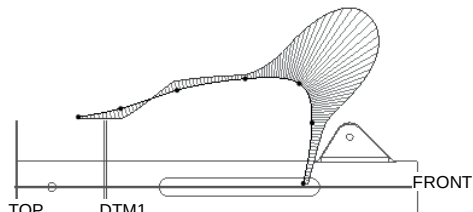
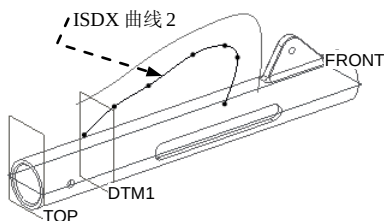
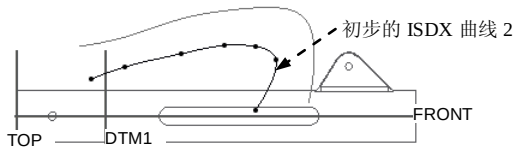

图 8.9.8 ISDX 曲线 1 的曲率图
图 8.9.9 创建 ISDX 曲线 2
图 8.9.10 初步的 ISDX 曲线 2
② 在 **样式** 功能选项卡中的 **分析** 区域中单击“曲率”按钮 ，然后选取图 8.9.9 中的 ISDX 曲线 1；对照图 8.9.8 所示的曲率图（注意：此时在 **比例** 文本框中输入数值 30.00），对 ISDX 曲线 1 上的点进行拖拉编辑。
③ 在“曲率”对话框的下拉列表中，选择 **已保存**，然后单击“曲率”对话框中的  按钮，退出“曲率”对话框。
④ 对照图 8.9.8 中的曲率图, 对 ISDX 曲线 1 上的其他几个点进行拖拉编辑。此时可观察到曲线的曲率图随着点的移动而即时变化。
⑤ 如果要关闭曲线曲率图的显示, 在“样式”操控板中选 **分析** ▾ ➡  **删除所有曲率** 命令。
(5) 完成编辑后, 单击操控板中的  按钮。
Step3. 创建图 8.9.9 所示的 ISDX 曲线 2。
(1) 设置活动平面: 活动平面仍然是 CENTER 基准平面。
(2) 设置模型显示状态。
① 在图形区右击, 从弹出的快捷菜单中选择  **活动平面方向** 命令。
② 单击  按钮, 将模型设置为线框显示状态。
(3) 创建初步的 ISDX 曲线 2。单击 **样式** 功能选项卡 **曲线** ▾ 区域中的“曲线”按钮  , 在操控板中单击  按钮, 绘制图 8.9.10 所示的初步的 ISDX 曲线 2, 然后单击操控板中的  按钮。
(4) 对照曲线的曲率图, 编辑初步的 ISDX 曲线 2。
① 单击 **样式** 功能选项卡 **曲线** ▾ 区域中的“曲线编辑”按钮  。单击图 8.9.10 中初步的 ISDX 曲线 2。